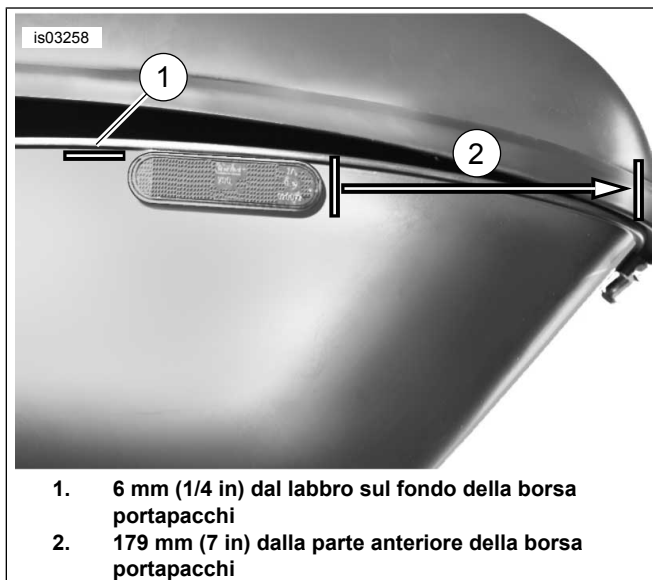

Figura 15. Installare il catarifrangente sulla borsa portapacchi
1. Vedere Figura 15. Collocare il catarifrangente a circa 179 mm (7 in) dalla parte anteriore della borsa portapacchi e a circa 6 mm (1/4 in) dal labbro sul fondo della borsa.